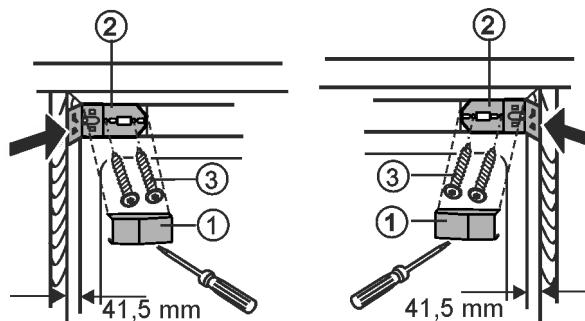
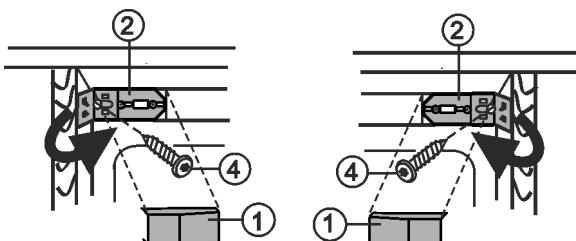

Fig. 11
Fig. 16
- Retire la cubierta Fig. 11 (1) en la parte superior derecha e izquierda.
- Atornille ligeramente la escuadra de fijación Fig. 11 (2) a derecha e izquierda con los tornillos Fig. 11 (3).
► Atornille el aparato con el tornillo Fig. 16 (4) en la pared lateral del mueble a derecha e izquierda. Apriete el tornillo Fig. 11 (3).
► Pliegue y encaje las piezas laterales de las 2 escuadras de fijación Fig. 16 (2).
► Vuelva a encajar la cubierta Fig. 16 (1).